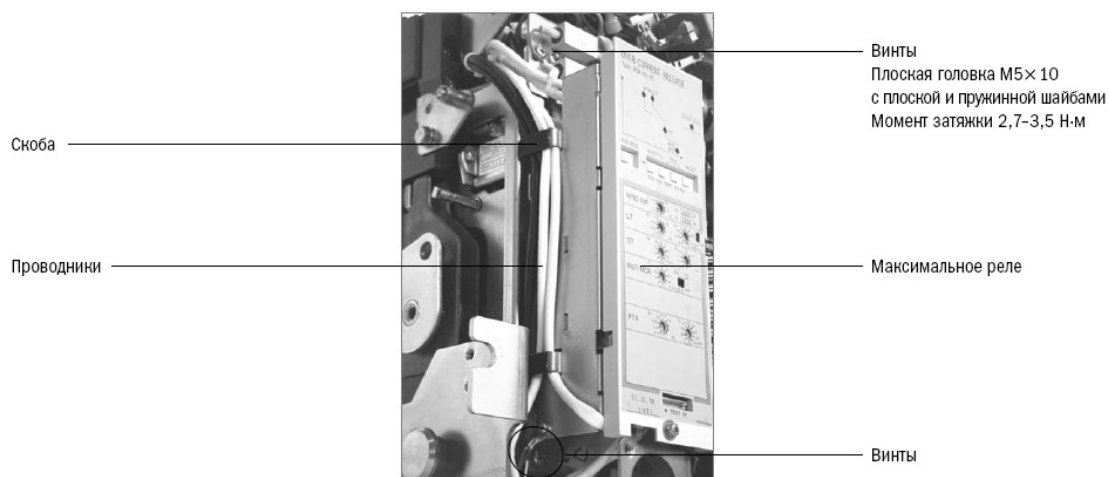

Рисунок 56. Удаление проводников из стяжки
- 5) Освободите монтажные винты максимального реле и удалите проводники из стяжки проводников. См. рисунок 56.